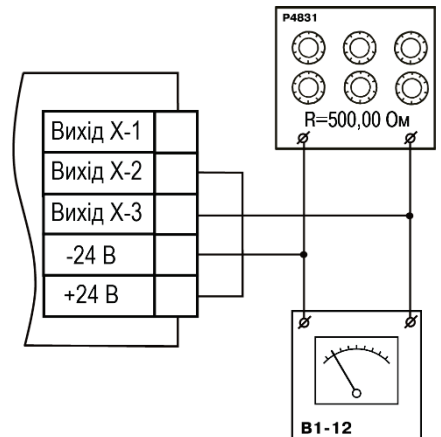

Рисунок 8.5 – Підключення вольтметра і магазину опорів
1. Підключити до виходу, що юстується, навантаження  $R_n$  і вольтметр згідно рисунок 8.5.